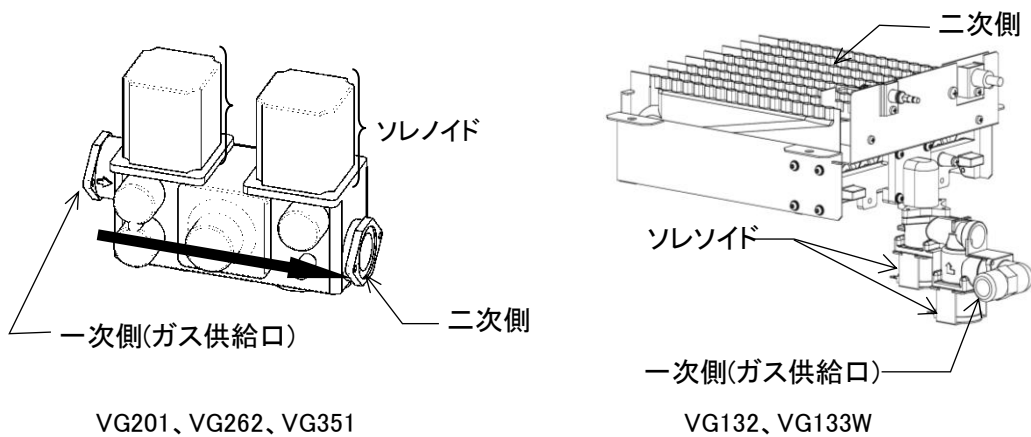

図 9-6
9.3.4 ガス電磁弁(図 9-6)
- ・ 炎が正常な状態であることを確認します。(図 9-6)